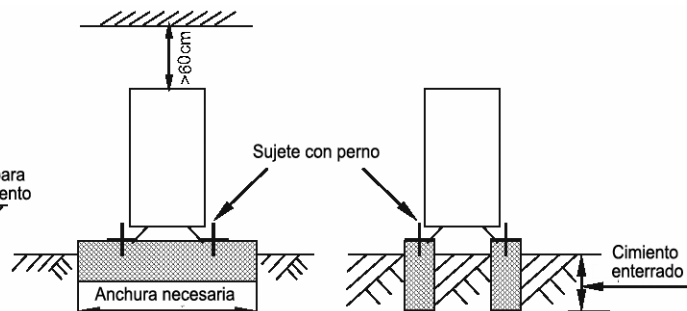

Figura 18
- Prepare una base de hormigón de 590x328 (figura 18).